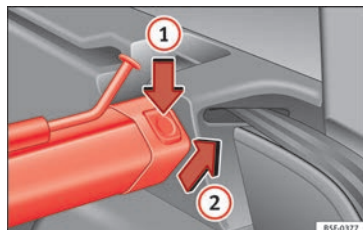

Fig. 125 Dans le coffre à bagages : démonter le filet de séparation.
- Appuyez sur la touche de déverrouillage gauche ou droite » fig. 125 dans le sens de la flèche ①.
- Retirez la structure du support dans le sens de la flèche » fig. 125 ②.
- Appuyez sur la structure sur les supports gauche et droit dans le sens contraire à la flèche » fig. 125 ② jusqu'à ce qu'elle s'enclenche.